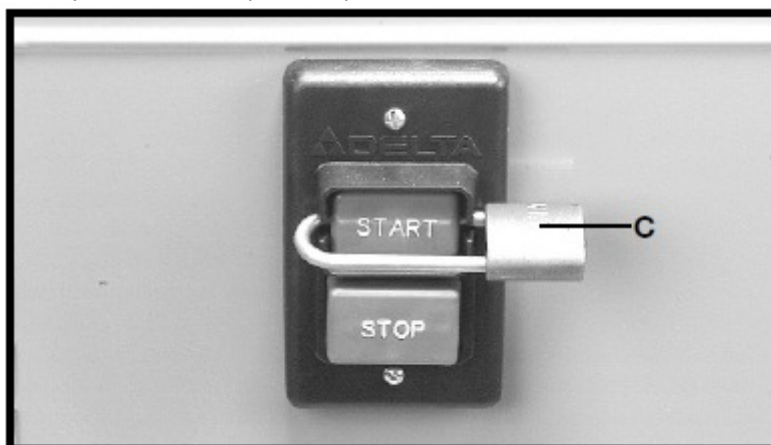

Рис. 18
ВАЖНО. Если станок не используется, выключатель должен быть заперт в отключённом положении для предотвращения несанкционированного включения с помощью висячего замка (C), рис. 18 с дужкой диаметром стержня 4,8 мм.